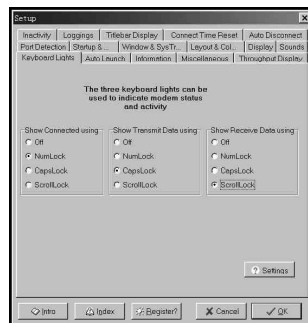

图 9
10. Keyboard Lights: 这个类别提供了一个非常有趣的功能, 就是让键盘上的 3 个指示灯变成 MODEM 的状态指示灯(图 9)。我们可以分别指定这 3 个键盘指示灯所代表的意义, 正确设置以后, 每次上网时键盘的指示灯就会不停的闪烁, 非常有趣。